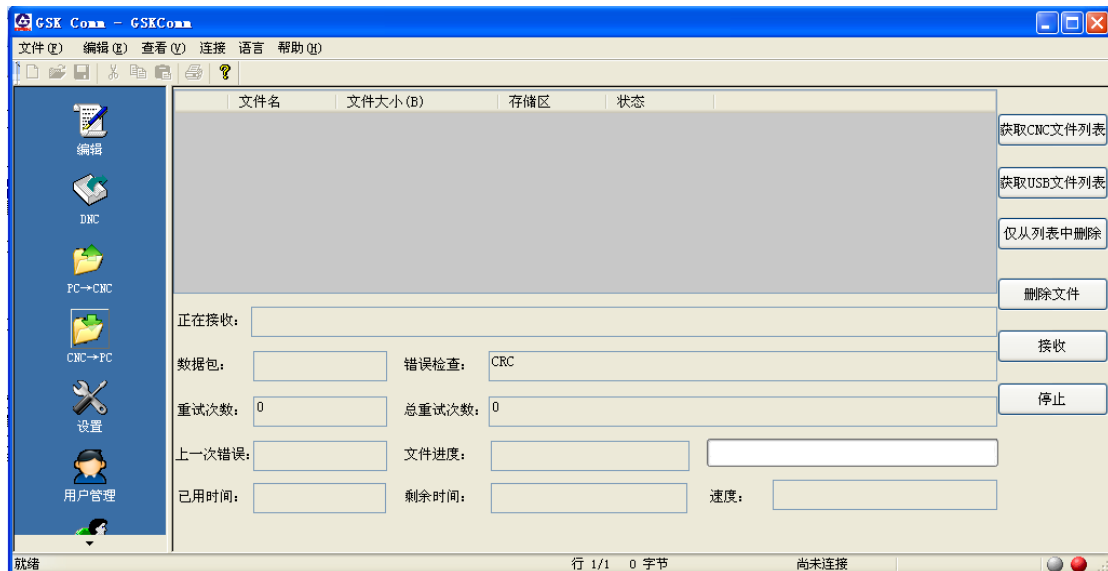

图 11-3-2-5
2、点击 **获取CNC文件列表** 按钮，获取 CNC 端文件列表，如图 11-3-2-6。